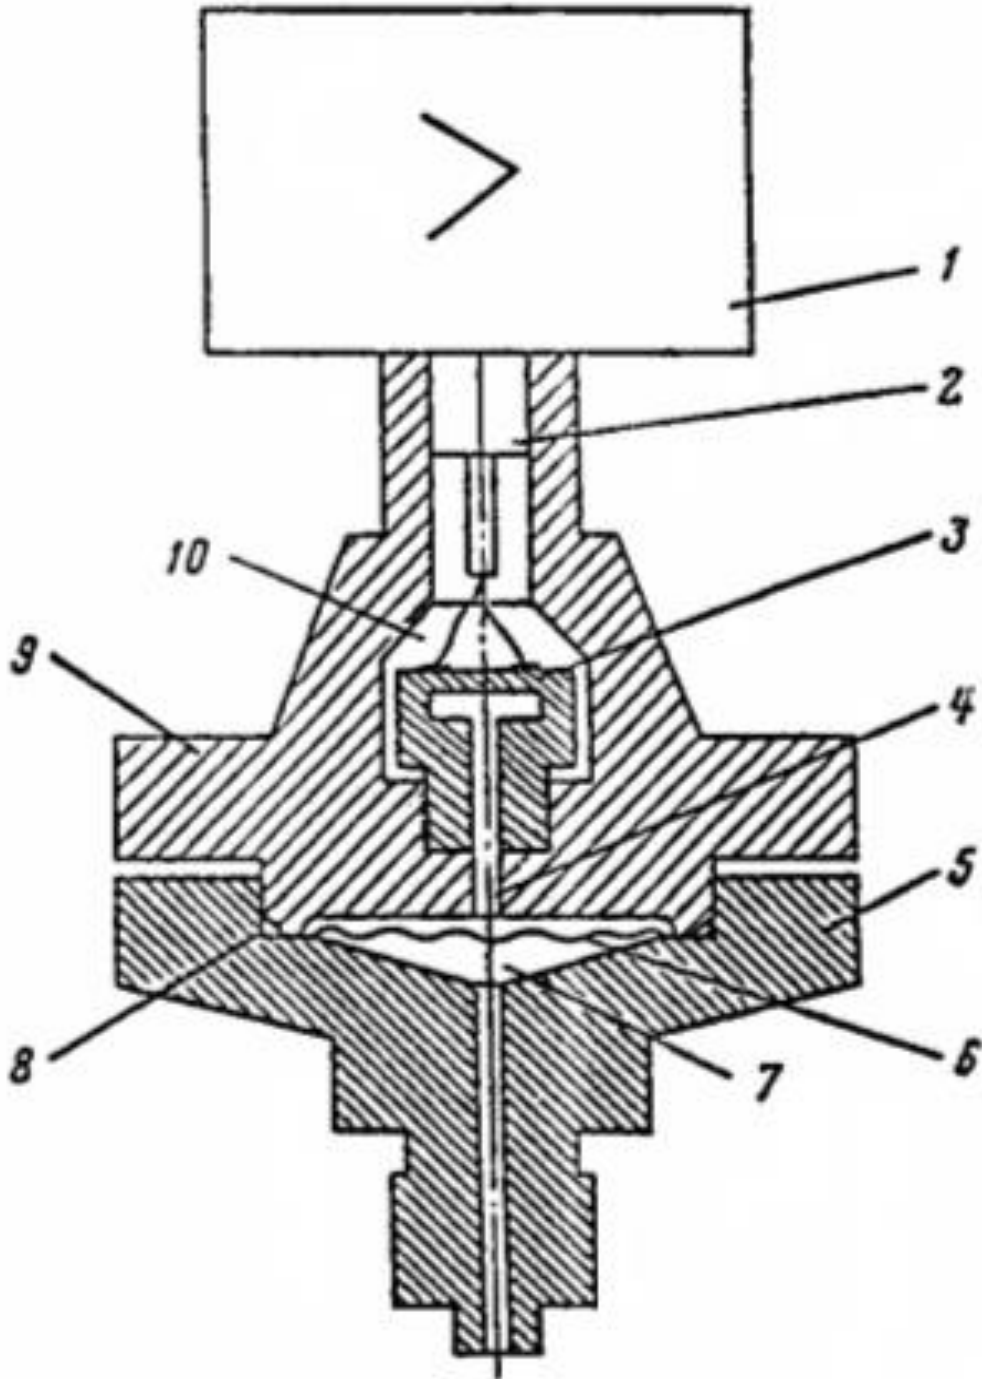

Рисунок 1
1.5.3 Преобразователи моделей 2050 и 2060 отличаются от описанных в 1.5.2. тем, что полость 10 (рисунок 1) герметизирована и сигнал передается в электронное устройство по проводам через гермоввод 2.